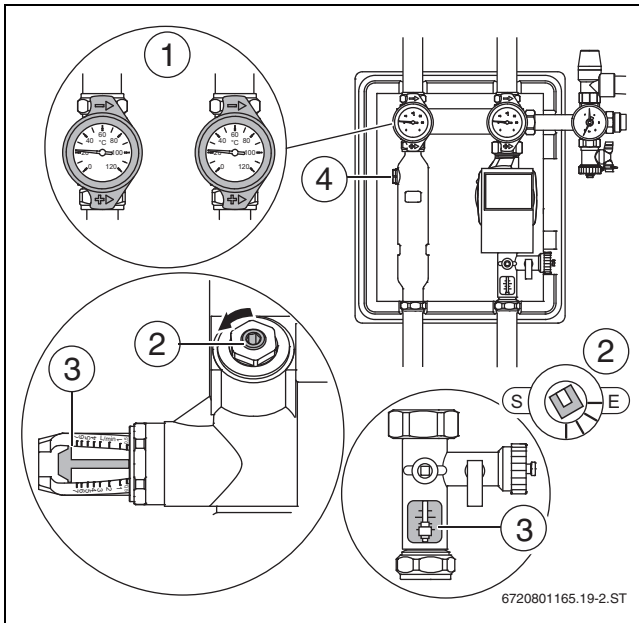

Fig. 37
- ▶ Controlar o caudal na janela de inspecção do caudalímetro (→ fig. 37[3]).